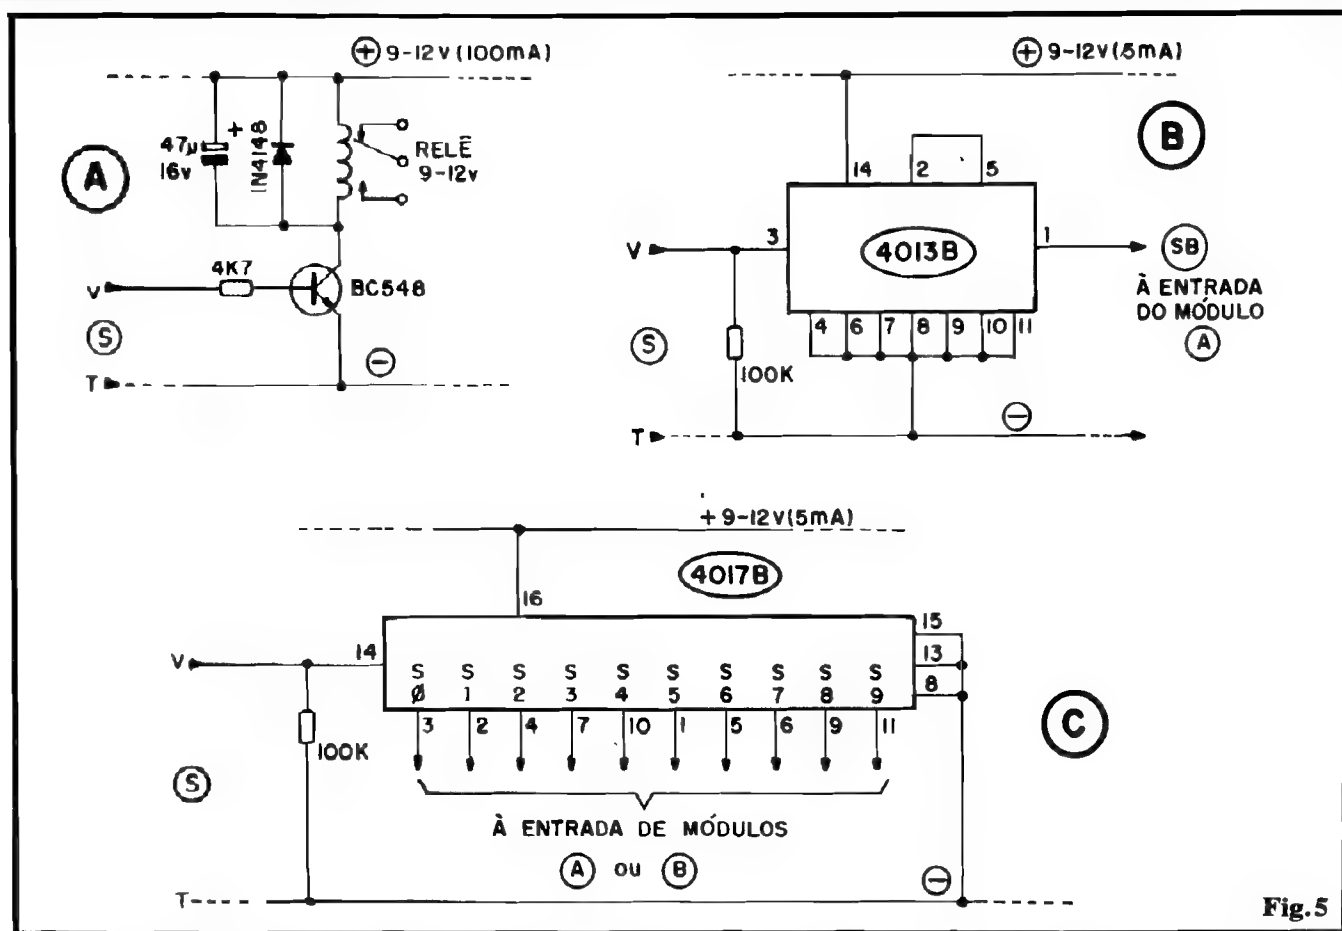

Fig. 5
- FIG. 5-A - **Driver "LIGA ENQUANTO"** - Com o simples arranjo mostrado, ligado à saída ("S-T") do MRIV, teremos a energização do relê, por 1 segundo, a cada comando recebido... Se o dedo do operador "ficar" sobre o **push-button** do MEIV por mais de 1 segundo (digamos, 5 segundos...), também o relê permanecerá "ligado" por - no mínimo - um Tempo equivalente (pelo menos 5 segundos, no caso do exemplo...). A alimentação necessária ao **driver** situa-se em faixa idêntica à do MRIV (9 a 12V), devendo a bobina do relê apresentar parâmetros compatíveis... Notem que a dita alimentação pode, perfeitamente, ser compartilhada com o MRIV, apenas lembrando de "somar" as necessidades de Corrente: 100mA para o **driver** e 50mA para o MRIV, totalizando assim 150mA (mínimos). O que Vocês vão "fazer" com os contatos de aplicação do relê, não é da nossa conta (usem o bom senso, contudo...).
- FIG. 5-B - **Driver "LIGA-DESLIGA"** - Um único Integrado C.MOS 4013B (mais um resistor de 100K), é tudo o que o Leitor precisa para transformar a saída normal do MRIV, dotando-a de
- FIG. 5-C - **Driver "SEQUENCIAL"** - Um "manjado" 4017B (também da família C.MOS), auxiliado por um resistor de 100K, e a saída básica do MRIV pode transformar-se numa acionadora sequencial de 10 estágios. Observem que, numa configuração básica, cada uma das 10 saídas do módulo 5-C ("S0 até S9") pode ser ligada a um driver "releizado" igual ao mostrado em 5-A, com o que teremos 10 canais sequenciais, de Potência, capazes de acionar uma a uma até 10 cargas "bravas" (acopladas aos respectivos contatos de aplicação dos ditos relês...). No caso, cada uma das 10 cargas, uma vez acionada, assim ficará, até que novo breve comando seja emitido pelo MEIV, quando então ela será "desligada", ligando-se a carga "seguinte" (se estava acionada e ativada pela saída "S3" do módulo 5-C, esta se desativa, e liga-se a acoplada à saída "S4", assim por diante...). Atingido o acionamento da carga acoplada a "S9", no próximo comando o ciclo recomençar, pela ativação da carga controlada pela saída "S0", e assim por diante... Observem, ainda, outra interessante possibilidade: acoplar o módulo 5-C à saída normal do MRIV, ligando a cada uma das 10 saídas do 5-C um módulo 5-B, e a cada saída dos tais